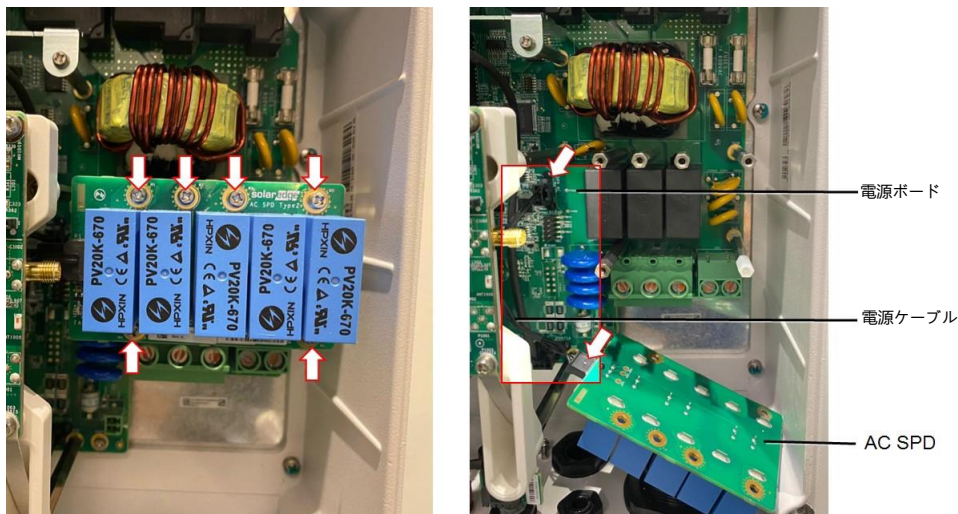

図 2 : AC SPDの電源ケーブル
2. AC SPDと電源ボードから電源ケーブルのプラグを取り外し、AC SPDを取り外します (図 2 参照)。